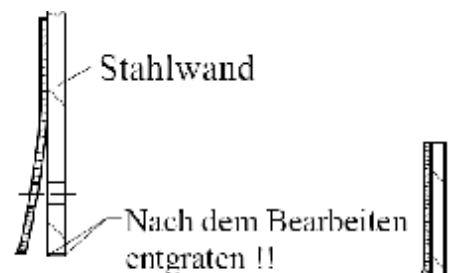
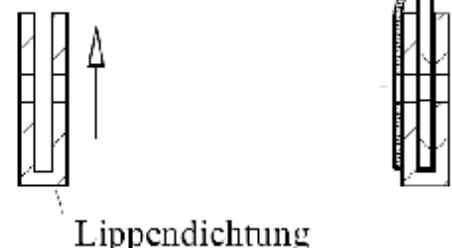

Abbildung 1
Abbildung 2
Jetzt können Sie den aufgerollten Stahlmantel an der Innenseite des vorgegebenen Umrisses langsam abwickeln (Verletzungsgefahr! Beim Aufschneiden der Spannbänder Vorspannung beachten) und gleichzeitig in den Schlitz des Bodenprofils stecken. Stellen Sie den Stahlmantel mit mehreren Personen auf, damit keine Knicke in dem Mantel entstehen und achten Sie darauf, dass dabei kein starker Wind weht, da dies das Aufstellen des Stahlmantels erschwert bzw. ihn verformen kann. Stellen Sie die beiden Mantelenden dicht voreinander, nehmen Sie das Steckprofil und stecken es über die gefalzten Enden des Stahlmantels entsprechend Abb. 1. Die angeschrägte Seite des Steckprofils muss sich oben befinden. Achten Sie bitte darauf, dass der Falz in richtiger Position (vgl. Abb. 2) im Steckprofil sitzt. Das Steckprofil muss sich leichtgängig über den Falz schieben lassen.
- 2) Lippendichtung auf die Stahlwand hinaufschieben. (siehe oberhalb Abbildung 1)
- 3) Beckenfolie über die Lippendichtung legen, auf keinen Fall darf die Beckenfolie zwischen der Stahlwand und der Lippendichtung verbleiben. (siehe oberhalb Abbildung 2)